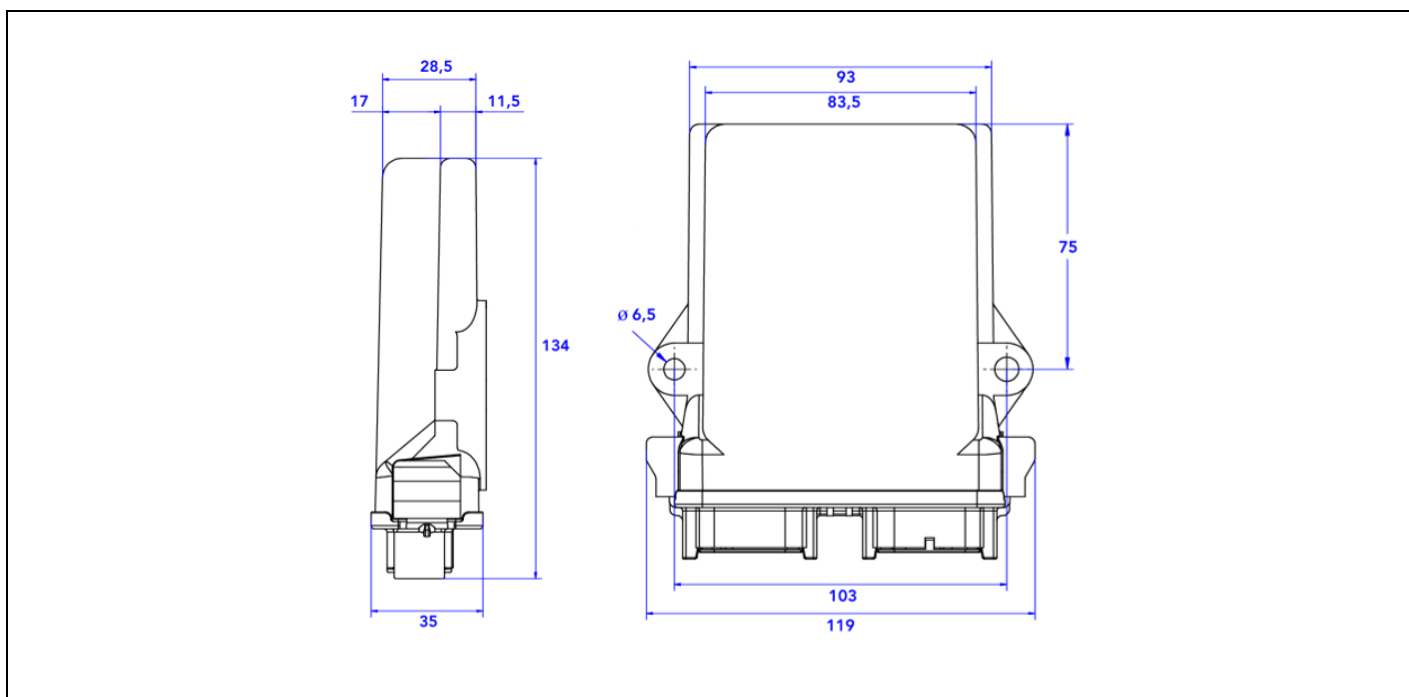

Рисунок 4 - Механические размеры: ECU МЕЖСЕТЕВОЙ УСТРОЙСТВО
④ Подключите разъем датчика к системе, а затем закрепите соединение с помощью кабельной стяжки, расположив его в 10 см от разъема. Отрежьте выступающую часть кабельной стяжки.	Удалить лишнюю часть зажима  Рис. 4
① Установите клапан MCV300 на распределительную головку. Есть два способа сделать это: а. Поместите клапан непосредственно на распределительную головку и закрепите его, затянув винт в верхней части клапана; б. Вставьте адаптер для MCV300 внутрь трубы и закрепите его с помощью зажима, как показано на рисунке . Затем вставьте адаптер в MCV300 и затяните сверху винт, чтобы закрепить клапан на трубе.	а.  б.
② Вставьте два других фитинга клапана внутрь труб.
③ Закрепите трубы на клапане двумя зажимами.